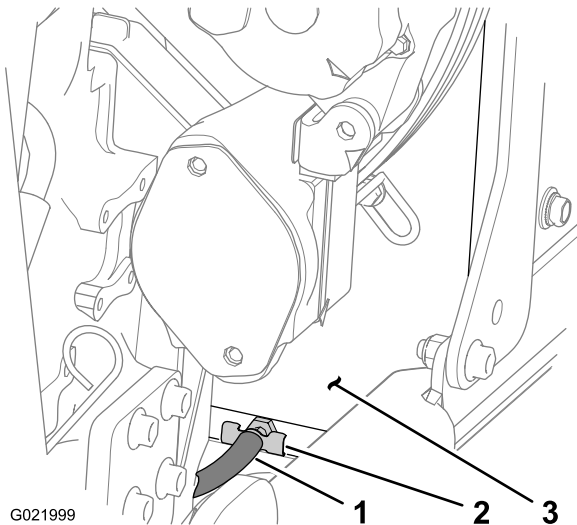

Figure 80
3. Placez un bac de vidange d'au moins 20 l sous l'extrémité ouverte du flexible de vidange (Figure 80).
5. Fermez le robinet de vidange (Figure 80).
- F. Ouvrez le robinet de vidange et vidangez la solution de nettoyage dans un bac de vidange (Figure 80).
- E. Ouvrez le robinet de vidange (Figure 80) et vidangez l'eau dans un bac de vidange.